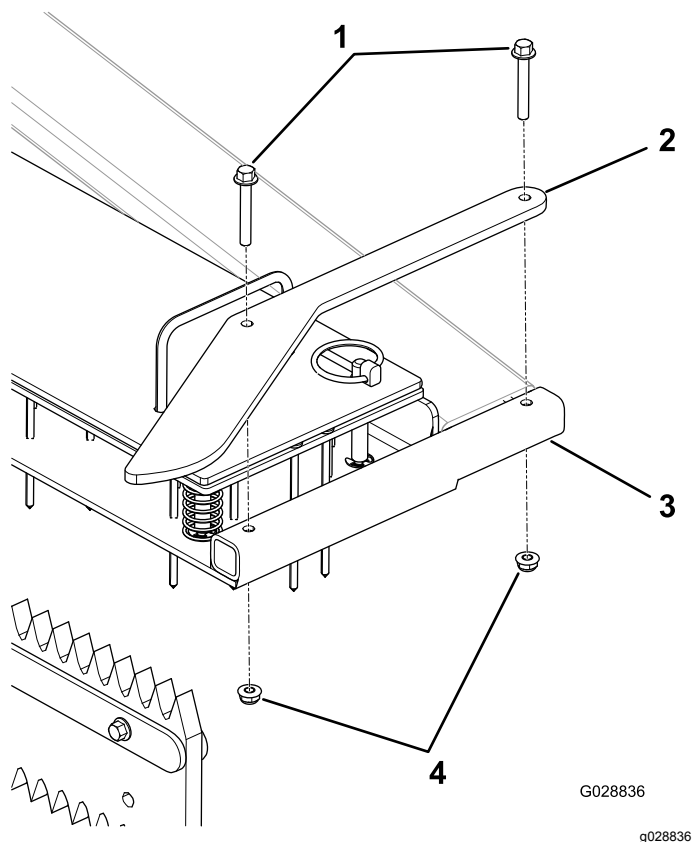

Рисунок 10
1. Выравняйте отверстия в боковом ограждении по отверстиям в боковой части рамы зубчатой бороны, как показано на Рисунок 10.
2. Прикрепите боковое ограждение с помощью двух винтов и двух контргаек (Рисунок 10).